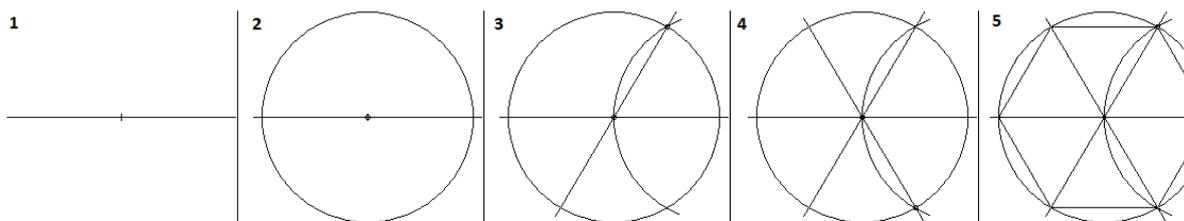

Рис. 1. Этапы построения гексагона
- 1) Посредством окружности и полуокружности одинакового радиуса (рис. 1):